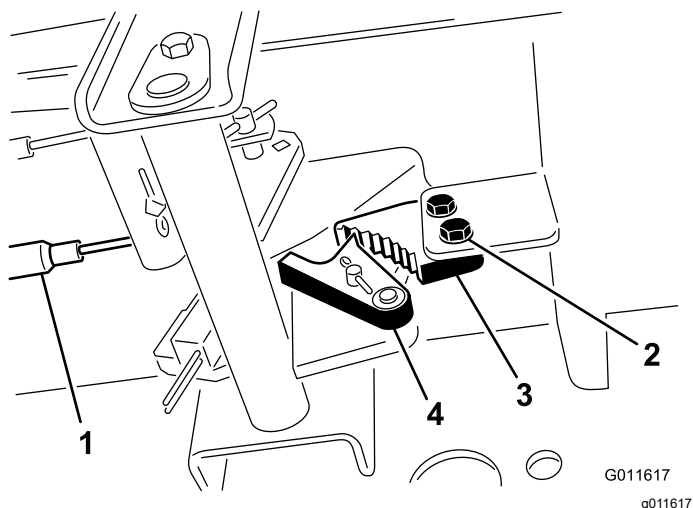

图 46
1. 松开将驻车刹车闸固定到机架的 2 个螺钉图 46。
2. 向前踩驻车刹车踏板直到刹车卡槽完全接合刹车闸图 46。